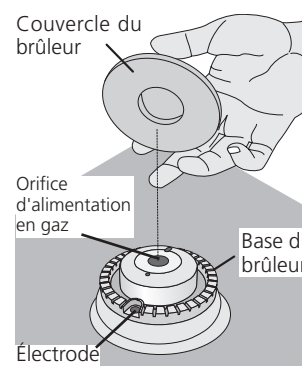

Figure 13
- Ajustez les pattes et les roulettes de l'appareil, comme décrit plus loin, jusqu'à ce que le dessous de la surface de cuisson s'appuie délicatement sur le dessus du comptoir et soit à niveau (Figure 13).